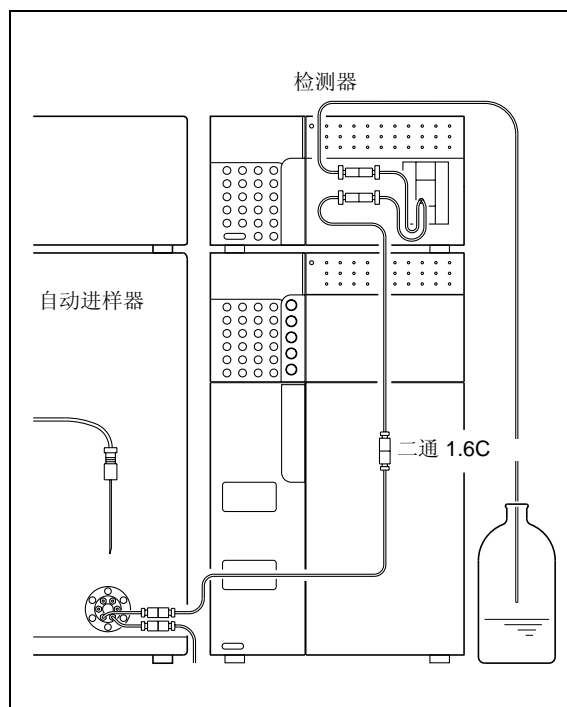

图 7.5
**3** 使用下面一种方法清洗系统流路。在清洗流路前，从系统中取下色谱柱，并使用二通 1.6C 连接色谱柱的进样口和出样口（"图 7.5"）。